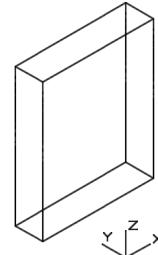

图 14-13 绘制舌形板
1) 单击“坐标”面板的“世界”按钮 ，选择“创建”面板→“长方体”命令。任意指定一点为长方体底面的一个角点，指定长方体另一角点“@40,10”，指定高度 10，结束命令如图 14-13 所示。